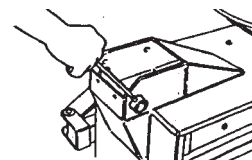
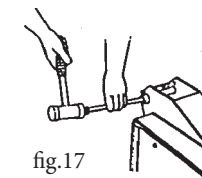
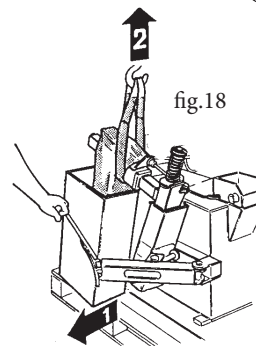
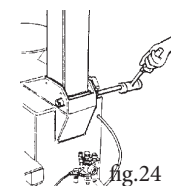

fig.16
fig.17
fig.18
fig.24
- Smontare la vite perno-fulcro palo con chiave a brugola di 6 (fig.16) e sfilare il perno come da fig.17.
- Unscrew the column pivot-pin bolt with a 6 mm hex key (fig. 16) and remove the pin as shown in fig. (17).
- Dotarsi di una fascia di sollevamento di mt.1 modello DR 50 -fattore di sicurezza 6:1. Avvolgere la fascia attorno al braccio ribaltabile (fig.18)
- Aprire il braccio stallonatore come da fig.18 (1) e sollevare il palo con un paranco (2).
- Make use of a 1 m hoisting strap model DR 50 - safety factor 6:1. Wrap the strap around the tilting arm (fig.18)
- Open the bead breaking arm as shown in fig. 18 (1) and raise the column with a hoist (2).
- Fissare il palo al cassone infilando il perno con un martello (fig.24) e stringere la vite perno-fulcro (fig.16).
- Fix the column to the machine body (fig.24) inserting the pivot-pin with a hammer and tighten the pivot-pin bolt (fig.16).
- Démontez la vis pivot-fulcre du bras au moyen de la clef hexagonale de 6 (fig. 16) et extraire le pivot (voir fig. 17).
- Se munir d'une ceinture de levage de 1m modèle DR50- facteur de sécurité 6:1; envelopper la ceinture autour du bras culbutant (fig. 18).
- Ouvrir le bras détalonneur (v. fig. 18)(1) et faire monter la colonne au moyen d'un palan (2).
- Fixer la colonne à la carcasse en enfilant le pivot au moyen d'un marteau (fig. 24) et serrer la vis pivot-fulcre (fig. 16).
- Die Schraube des Zapfendrehpunkts an der Tragsäule mit einem Allen-Wrench-Schlüssel von 6 abschrauben (Abb. 16) und den Zapfen wie in Abb. 17 herausziehen.
- Ein Hebeband von einem Meter Länge Modell DR 50, Sicherheitsfaktor 6:1 besorgen. Das Band um den Schwenkarm wickeln (Abb. 18).
- Die Abdrückkralle in Abb. 18 (1) öffnen und die Tragsäule mit einem Flaschenzug hochziehen (2).
- Die Tragsäule auf dem Kasten befestigen, wofür man den Zapfen mit Hilfe eines Hammers einsetzt (Abb. 24), und dann die Schraube des Drehpunktzapfens anziehen (Abb. 16).
- Desmonte el tornillo pasador-fulcro de la columna con llave de allen de 6mm (fig. 16) y extraiga el pasador como muestra la fig. (17).
- Procúrese una correa de levantamiento de m. 1 modelo DR 50 - factor de seguridad 6:1; arrolle la correa alrededor del brazo volcable (fig. 18).
- Abra el brazo destalonador como muestra la fig. 18 (1) y levante la columna con un gato (2).
- Fije la columna sobre la caja (fig. 18), introduciendo el pasador con un martillo. (fig. 24) y apriete el tornillo pasador-fulcro (fig. 16).